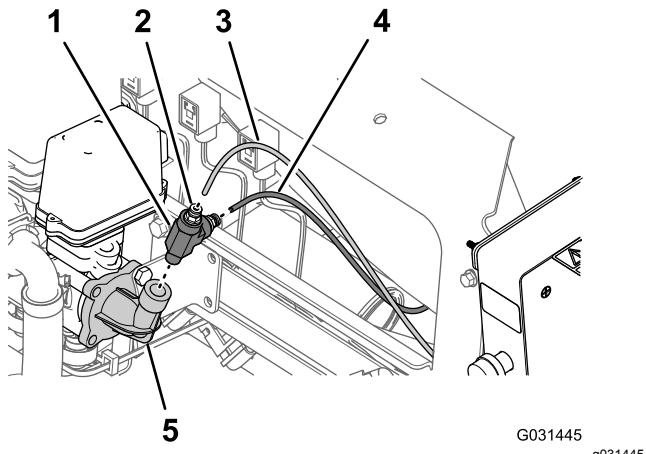

Bild 17
- Drücken Sie am 90°-Krümmer an der rechten Seite des Druckregelventils für die Schlauchtrommel den arretierenden Stellring für die Schlauchkupplung hinein und entfernen Sie den Druckmessschlauch für das Druckmanometer der Schlauchtrommel (Bild 17).
- Drücken Sie den arretierenden Stellring für die Schlauchkupplung hinein und entfernen Sie den Druckmessschlauch für das Druckmanometer im Armaturenbrett der Maschine (Bild 17).
- Nehmen Sie das T-Anschlussstück vom 90°-Krümmer für das Druckregelventil ab (Bild 17).